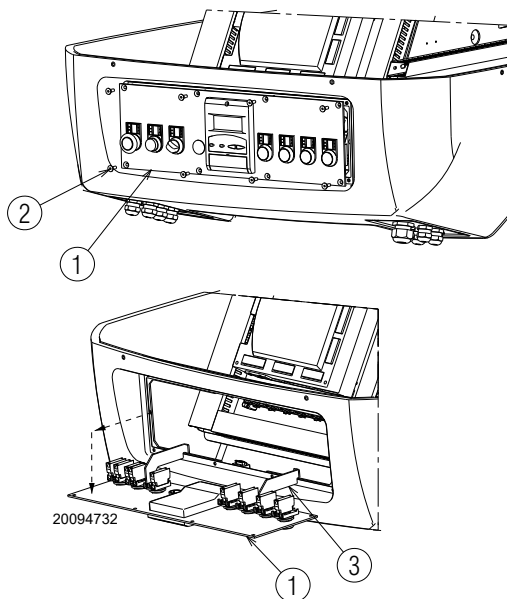

Fig. 33
- extraer el panel de mandos 1) y girarlo 90°, enganchándolo con los estribos 3) en el perfil del cuadro eléctrico como se muestra en la Fig. 33;